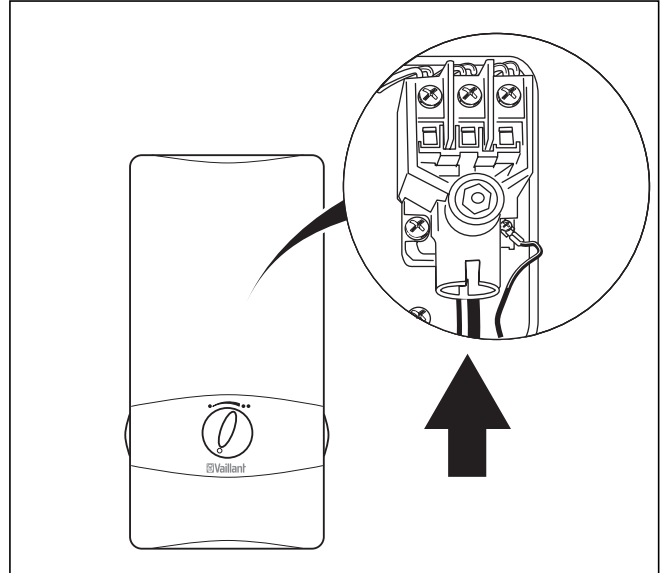

Рис. 6.1 Предохранительный выключатель
- Нажмите предохранительный выключатель при открытой арматуре (см. стрелку на рис. 6.1).